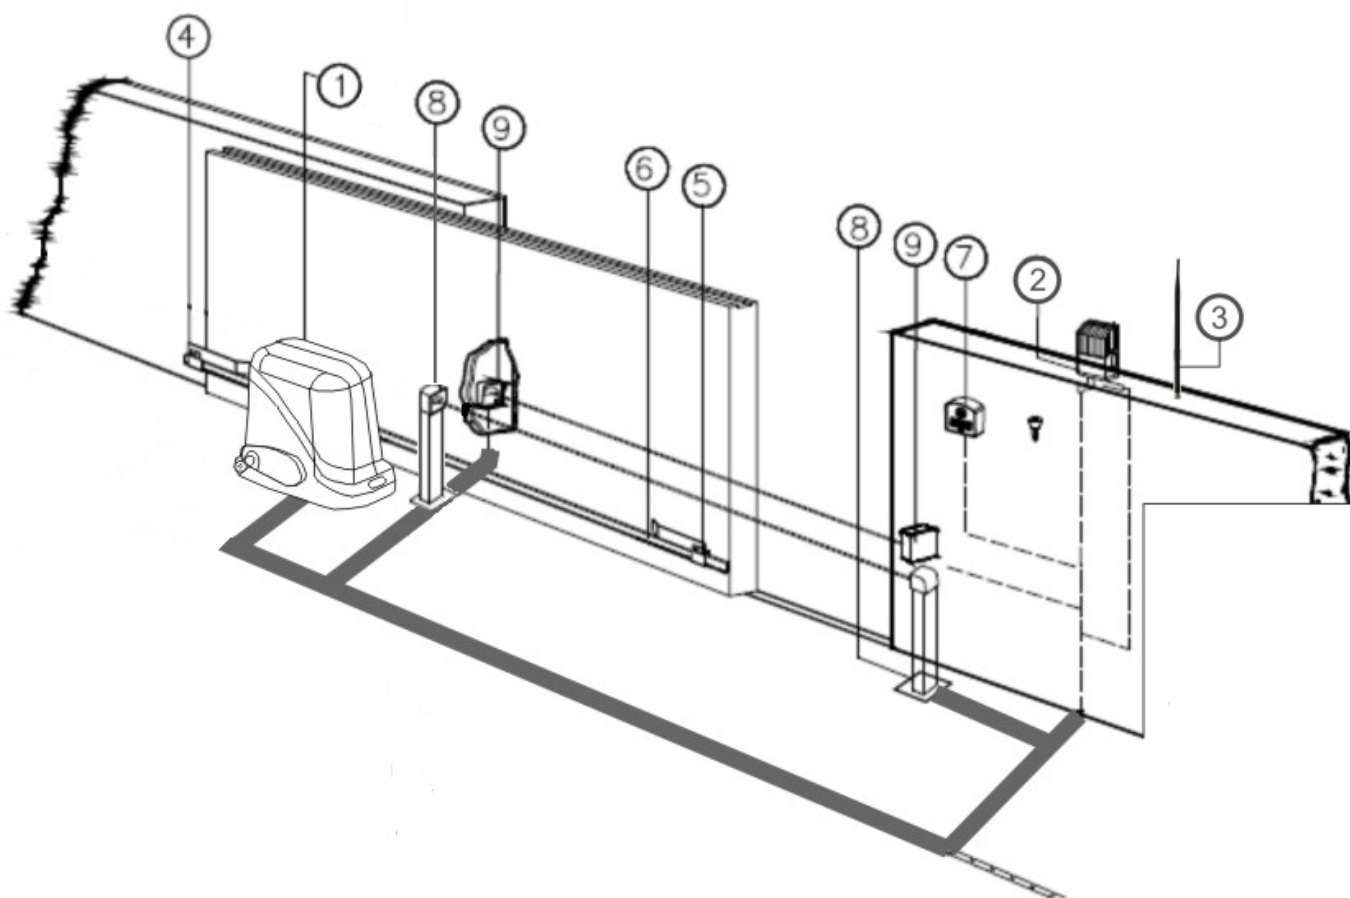

Рис. 1 Типовая схема автоматизации откатных ворот
- Определите приблизительно положение, в которое будет установлен каждый компонент приводной системы (Рис. 1).
- Определите схему, при помощи которой будет выполняться подсоединение всех электрических устройств приводной системы (Рис. 1).